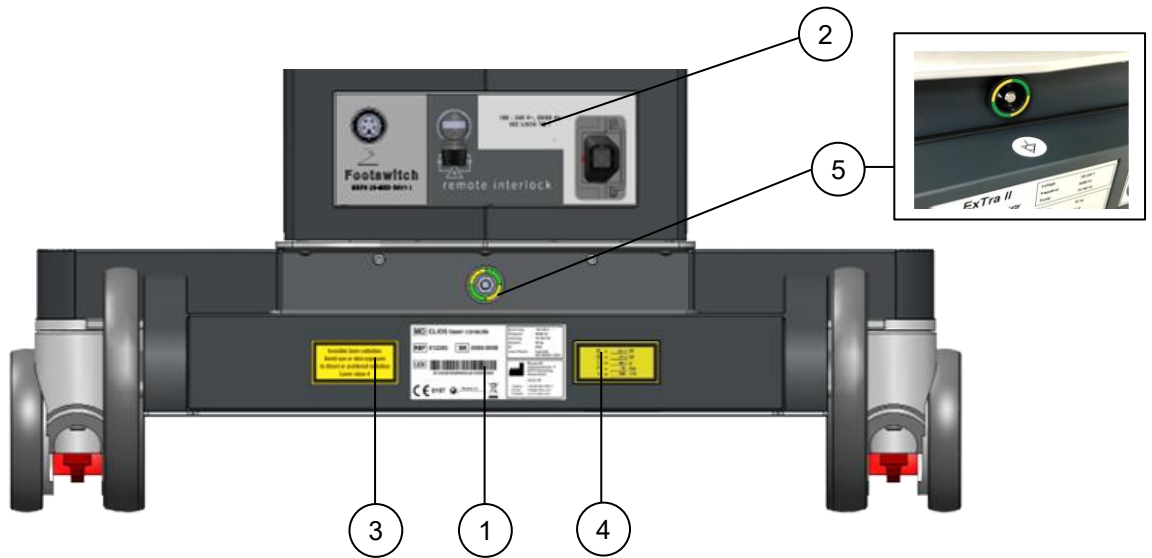

Abb. 2-1: Geräterückseite
3.	<p>Die ELIOS laser console erzeugt Strahlung der Laser Klasse 4. Die unsichtbare Strahlung darf nicht auf die Augen oder Haut treffen.</p> <p>Das Label befindet sich auf der Geräterückseite (siehe Abb. 2-1).</p>
4.	<p>Die Laserausgangs-Leistungsdaten sind auf dem nebenstehend abgebildeten Label angegeben.</p> <p>Das Label befindet sich auf der Geräterückseite (siehe Abb. 2-1).</p>
5.	<p>Kennzeichnung Potentialausgleichsstecker.</p> <p>Das Label befindet sich auf der Geräterückseite (siehe Abb. 2-1).</p>
6.	<p>Dieses Symbol weist darauf hin, dass das Gerät nicht in den Haushaltsmüll entsorgt werden darf. Wenn das Produkt das Ende seiner Lebensdauer erreicht hat, kontaktieren Sie bitte die MLase AG oder einen von der MLase AG dazu autorisierten Servicepartner. Dieser nimmt das Gerät zurück und kümmert sich um die Entsorgung.</p> <p>Das Symbol ist Bestandteil des Typenschildes (siehe Abb. 2-1).</p>